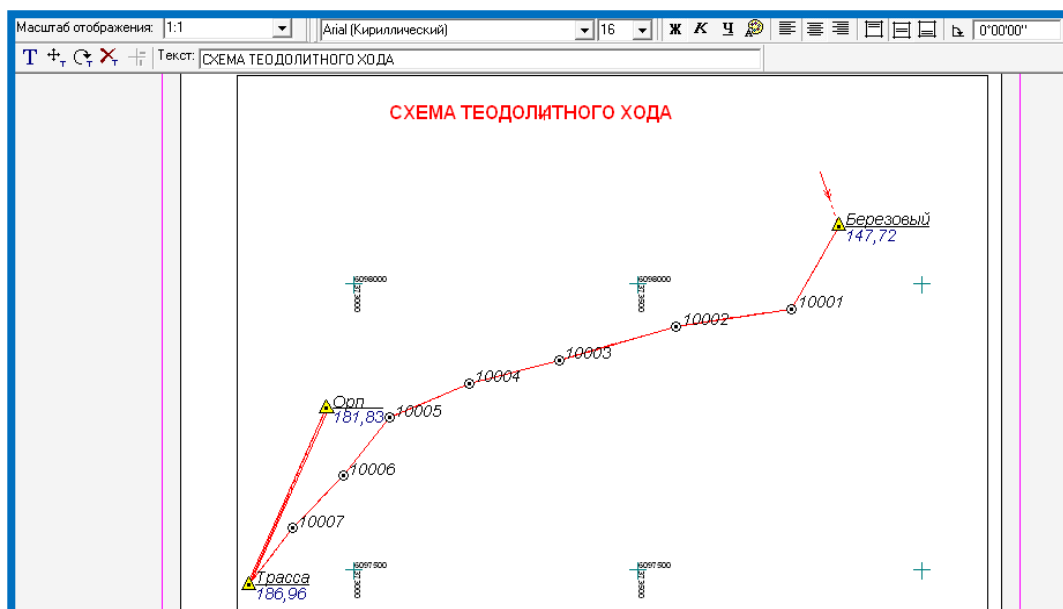

Рисунок 47 – Подписанная схема
6. Выводим чертеж на печать (Рис.47). В **Компоновщике чертежей** выбираем в меню **Файл** команду **Предварительный просмотр**. Если все устраивает, выбираем команду **Print**.